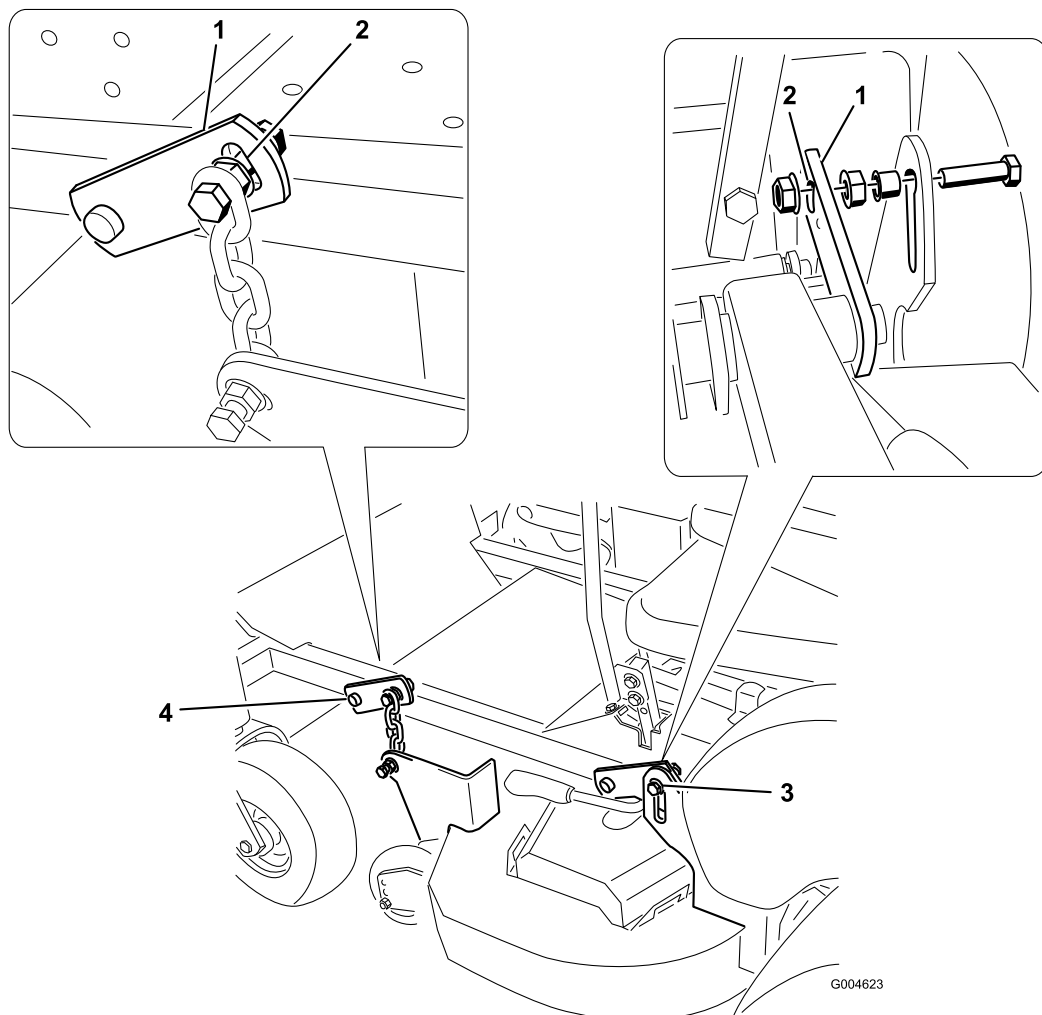

Figure 54
7. Desserrez les boulons reliant les deux chaînes et les deux supports arrière au plateau de coupe (Figure 54).
8. Ajustez les deux boulons arrière de sorte à les placer au centre de la fente située dans le support de pivot (Figure 54).
10. Réglez le boulon avant côté éjection de sorte à le placer au centre de la fente située dans le support de pivot (Figure 54).